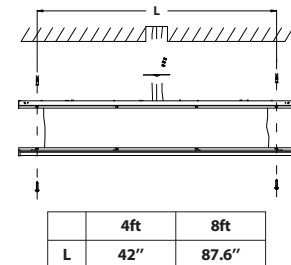

Fig 3
3. Securely mount the Housing directly to a sturdy surface using the correct mounting hardware through the Drill Locations, (2 places minimum). See Fig 3. The J-Box Adapter is used to cover the Junction Box (provided by others).
Montez solidement le boîtier directement sur une surface solide en utilisant le matériel de montage correct à travers les emplacements de forage, 2 endroits minimum. Voir figure 3. L'adaptateur J-Box est utilisé pour couvrir la boîte de jonction (fournie par d'autres).